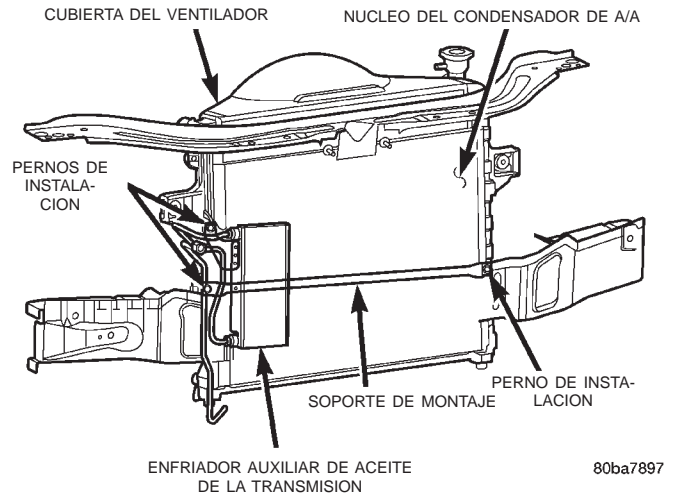
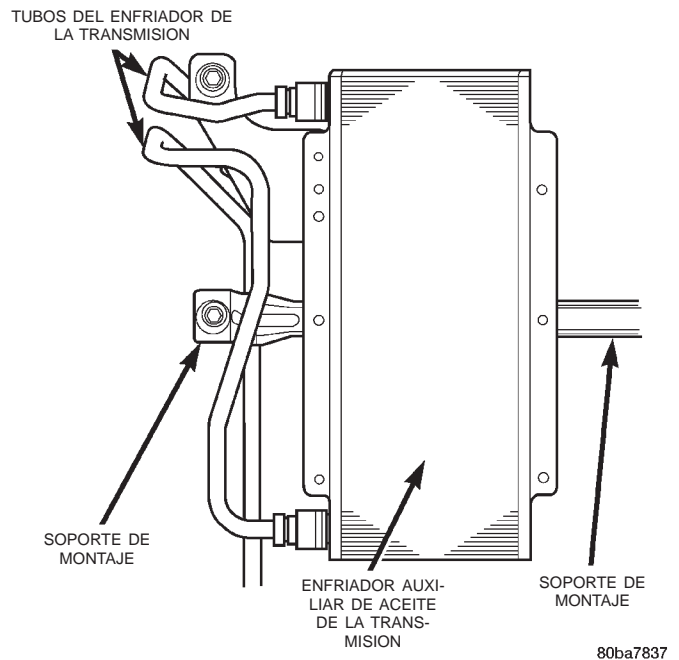

Fig. 25 Soportes de montaje del enfriador de aceite—característicos
Fig. 26 Mangueras del enfriador de aceite—características
(1) Desconecte el cable negativo de la batería de la batería.
(2) Retire la rejilla. Consulte el grupo 23, Carrocería.
(3) Retire la placa protectora del parachoques. Consulte el grupo 23, Carrocería.
(4) Retire el panel de refuerzo de la rejilla. Consulte el grupo 23, Carrocería.
(5) Retire los tres pernos del refuerzo y los dos pernos del soporte (Fig. 25).
(6) Retire el collarín de retención de los tubos del enfriador (Fig. 25).
(7) Coloque un colector de drenaje debajo del enfriador.
(8) Desconecte la abrazadera de la manguera superior del radiador del tubo del enfriador (Fig. 26). Separe el tubo de la manguera de goma.
(9) Emplace el enfriador para obtener acceso a la manguera inferior. Los tubos del enfriador se encaminan a través de una junta de goma localizada al costado del radiador. Tenga cuidado de no cortar o rasgar esta junta cuando emplace el enfriador para el desmontaje de la manguera inferior.
(4) Instale los pernos del refuerzo y el soporte de montaje (Fig. 25).
(5) Conecte el cable negativo de la batería.
(6) Agregue el líquido de la transmisión necesario. Consulte el grupo 21, Transmisiones. Ponga en marcha el motor y verifique que no haya fugas.
(7) Instale el panel de refuerzo de la abertura de la rejilla, la placa protectora del parachoques y la rejilla. Consulte el grupo 23, Carrocería.